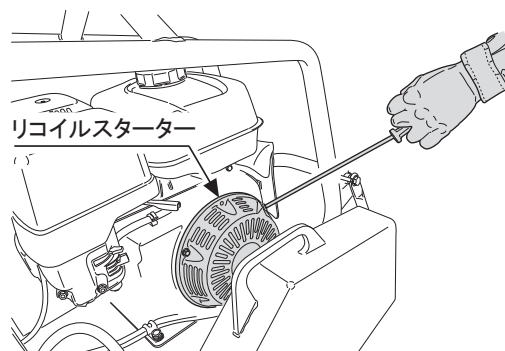

図 30
5. リコイルスターターの始動グリップを握り、最初に軽く負荷がかかる位置まで引きます。そこから勢い良く引張ってください。この時、ロープを引張り過ぎるとロープが切れたり抜けてしまう恐れがありますので御注意ください。またエンジン始動後も始動グリップは引いた状態で離さないで、持ったままでゆっくりと戻してください。(図30)